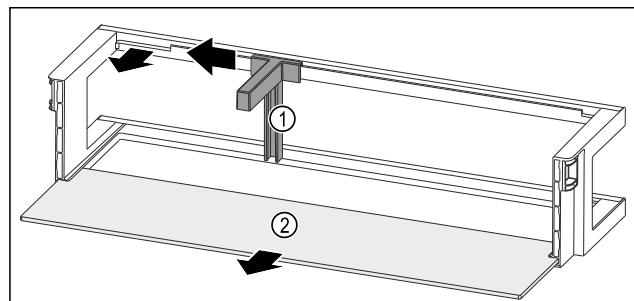

Fig. 92 Estante en la contrapuerta con soporte para botellas y estante
- Empuje el soporte para botellas Fig. 92 (1) hacia un lado hasta la entalladura.
► Retire el soporte para botellas Fig. 92 (1).
► Retire el estante Fig. 92 (2).